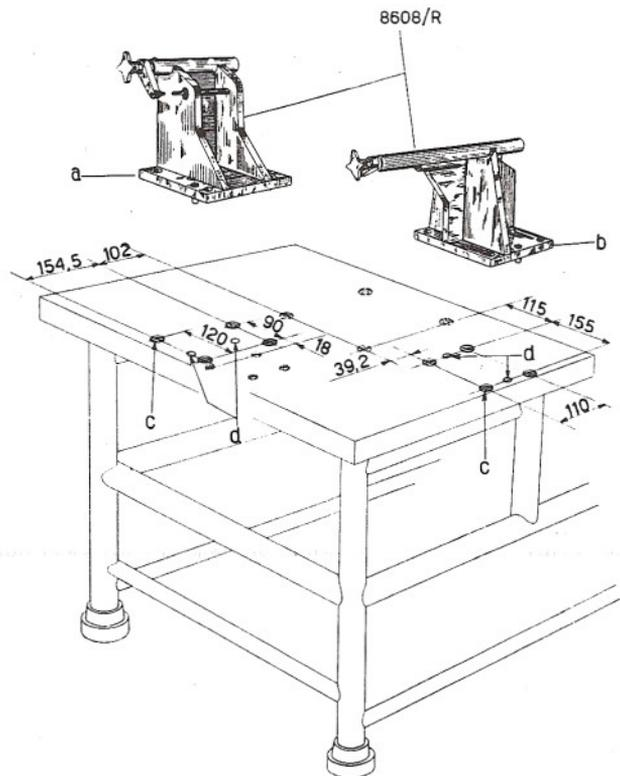

Fig. 30/D - Modifiche del banco prova
- a) In luogo del sopporto motore normalmente impiegato per gli altri tipi di motore, deve essere montato il gruppo completo 8608/R, che è formato da due sopporti distinti « a » e « b » in fig. 30/D). sui quali viene applicato il motore Vespa 150 (VBA). Il sopporto « a » non viene impiegato per le prove degli altri motori; tuttavia può sempre restare fissato al banco.
- c) **Gli Agenti già in possesso dei banchi prova 8002/R pre-modifica** devono richiedere il gruppo 8608/R ed eseguire sul banco gli 8 fori filettati « c » come indicato in fig. 30/D; quindi, applicati i sopporti « a » e « b » sul banco — con bulloni non serrati — ed un motore su di essi, occorre trovare in pratica la posizione più idonea: dopo ciò, fissare definitivamente con bulloni i sopporti, togliere il motore ed eseguire i 4 fori « d » nei quali dovranno essere applicate le spine di riferimento.